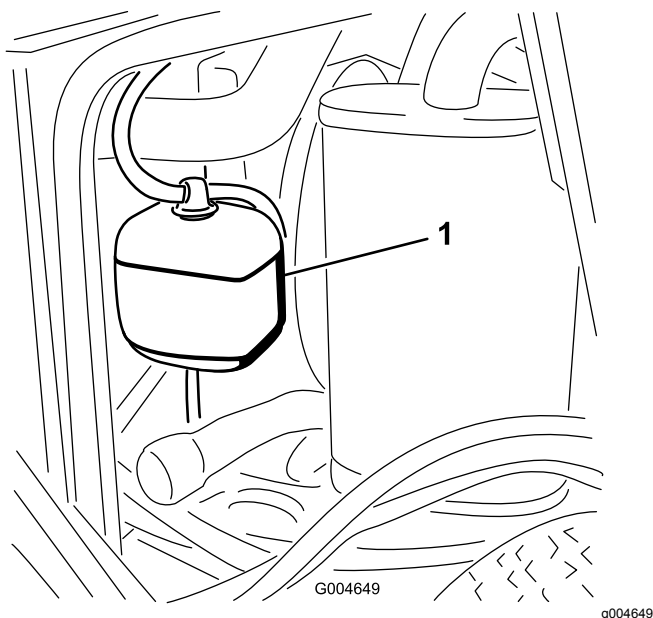

Figura 43
1. Controllate il livello di refrigerante nel serbatoio di espansione (Figura 43).